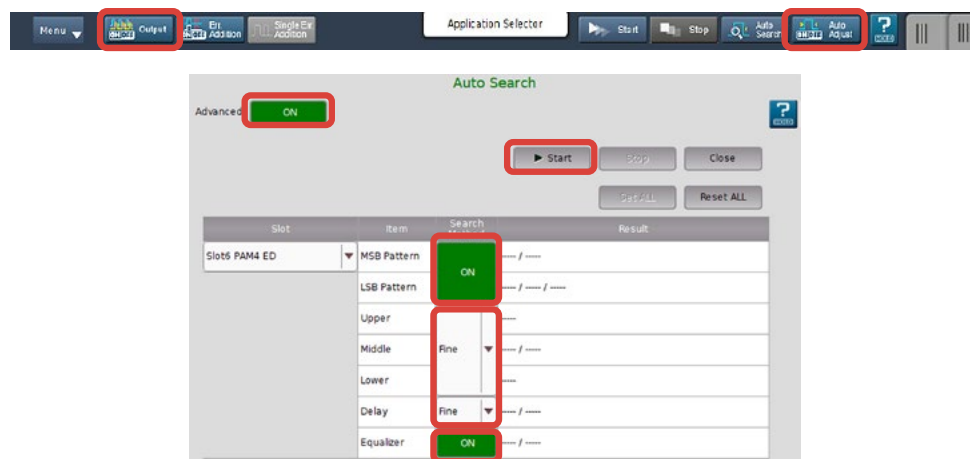

図3.2-5 Output ON設定およびAuto Search設定
2. MP1900AのOutputをONにします (図3.2-5)。
3. Auto Search を使用し、Fine search、Equalizer ONを実行し、入力Threshold、Delay、Equalizer設定を最適調整します (図3.2-5)。